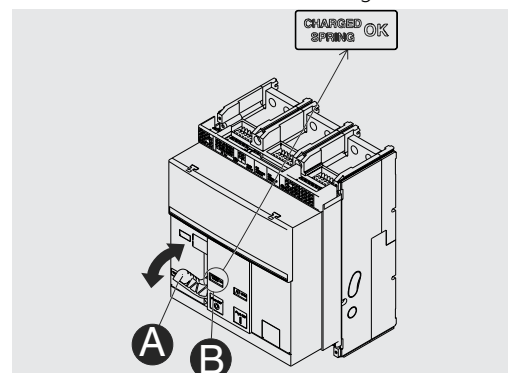

Figura 43
2. Carga de los resortes - Tirar de la palanca [A] hacia abajo varias veces hasta que el indicador de resortes cargados [B] se ponga amarillo - CHARGED SPRING" como se indica en Figura 43.